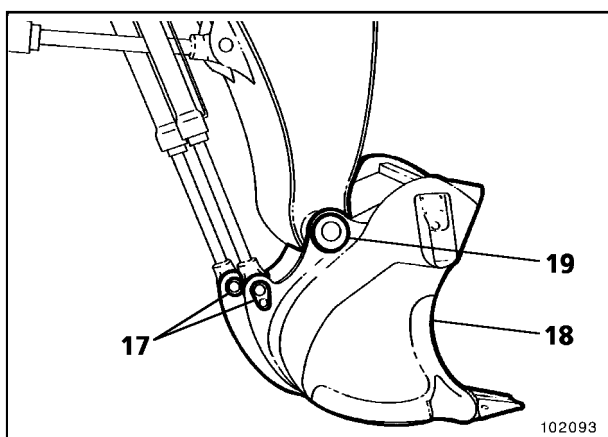

Fig. 10
- Poner la cuchara abatible (18, Fig. 10) en la posición de montaje y acoplarla por el perno (19) con la pluma de la cuchara. Hacer salir los vástagos de émbolo de los cilindros de vuelco de la cuchara y acoplar los ojos de alojamiento de los cilindros por los pernos (17) con la cuchara abatible.